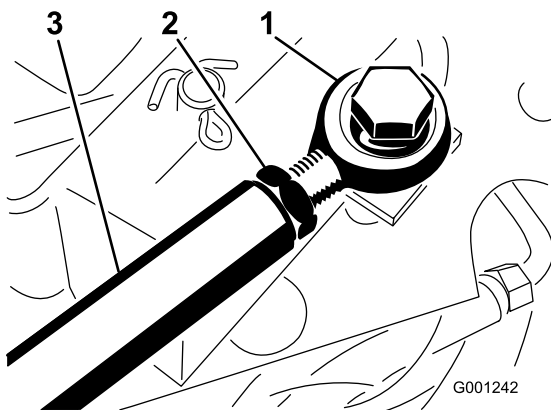

Bild 67
3. Wenn eine weitere Einstellung erforderlich ist, stellen Sie die Fahrtriebsstange (Bild 67) wie folgt ein: